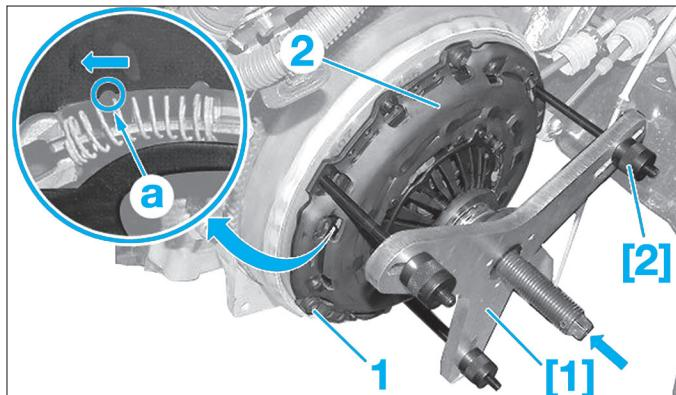

Fig. 2
- Déposer trois vis de fixation (une vis sur deux) pour positionner les outils [1] et [2] sur le mécanisme d'embrayage (Fig.2).
- Reposer le mécanisme d'embrayage (2) sans le disque d'embrayage (Fig.2).
- Positionner les outils [1] et [2] sur le mécanisme d'embrayage (2).
- Visser les trois tiges de maintien [2] à la place des vis (1).
- Comprimer le mécanisme d'embrayage (2).
- Maintenir les ressorts de ratrapage de jeu comprimés en exerçant une poussée sur l'index (4) (Fig.3) puis dévisser de quelques tours la vis (flèche) de l'outil [1] pour détendre le mécanisme d'embrayage (Fig.2).